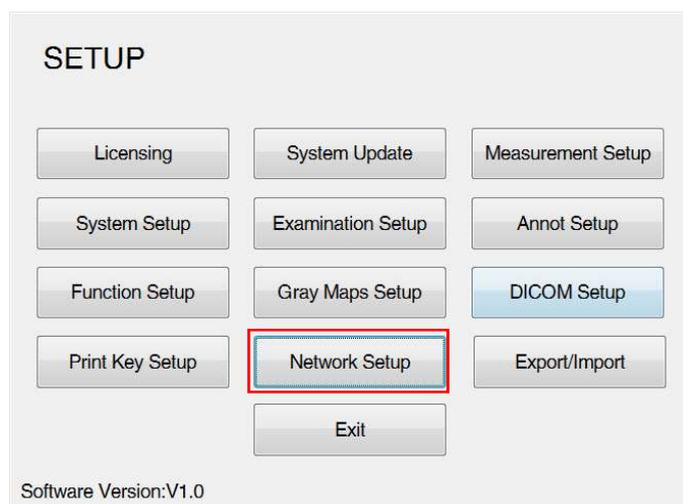

Fig. E-2 Tela principal do SETUP
- 1) **Pressione Setup** no painel de controle para abrir a tela principal **do SETUP**, como mostrado na Fig. E-2.